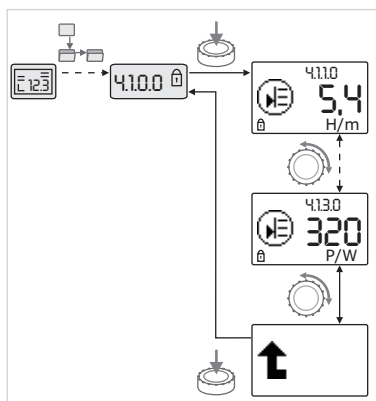

Fig. 46: 调用信息
- 旋转操作按钮，控制当前子菜单的“信息”类菜单元素（请见 Fig.46）。对于用图标代表的设置的说明请参见章节 8.7“基准菜单元素”，第 32 页 中的表格。